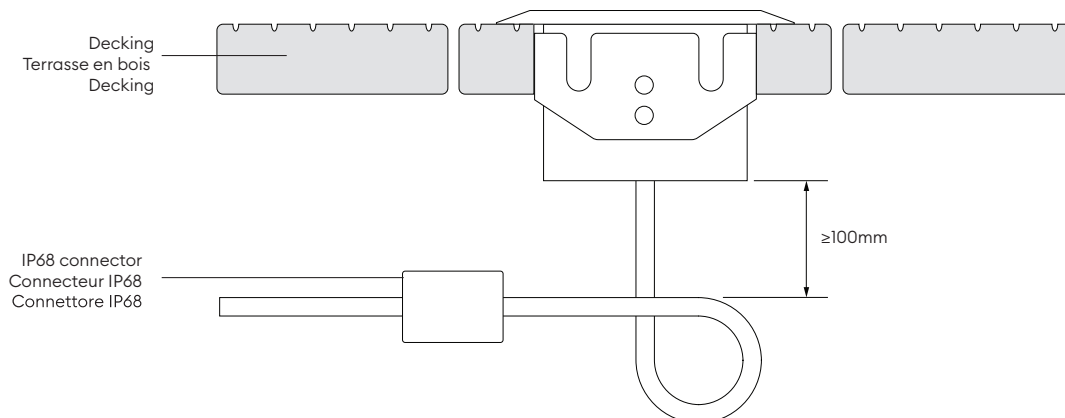

Fig 1.
- Compress the springs, and fit the luminaire into the hole (Fig 1).
- Comprimez les ressorts et insérez le luminaire dans le trou (fig. 1).
- Comprimere le molle e inserire l'apparecchio nel foro (Fig. 1).